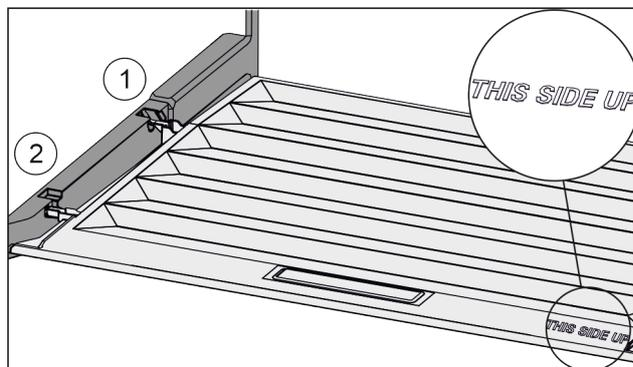

Fig. 97
- ▶ Introduzca los nervios de la tapa por la abertura del soporte trasero Fig. 97 (1) y encájelos por delante en el soporte Fig. 97 (2).